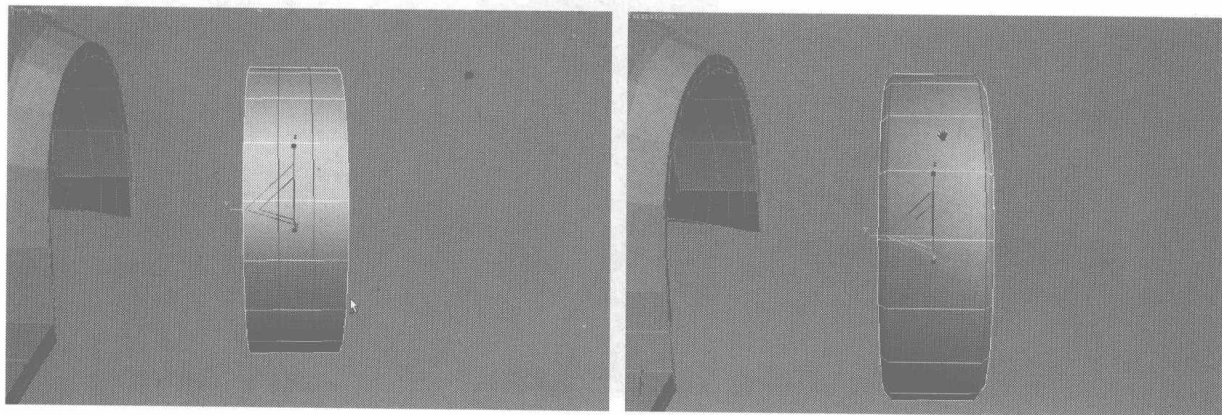
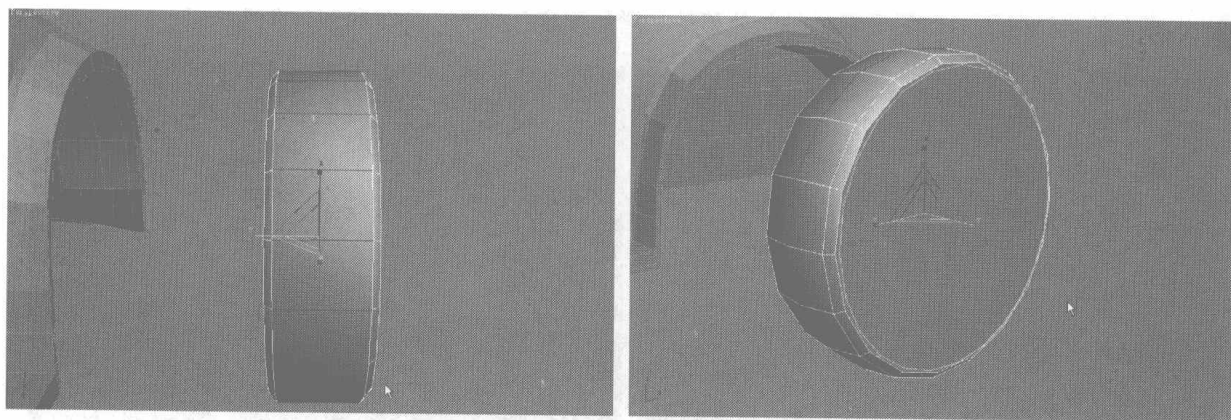

图 7.276
图 7.277
- 34 选择圆柱形的两圈分段曲线，用缩放工具调整位置，如图 7.276 所示。然后选择中间的一圈曲线，单击 **Connect** 按钮，添加一条曲线，如图 7.277 所示。